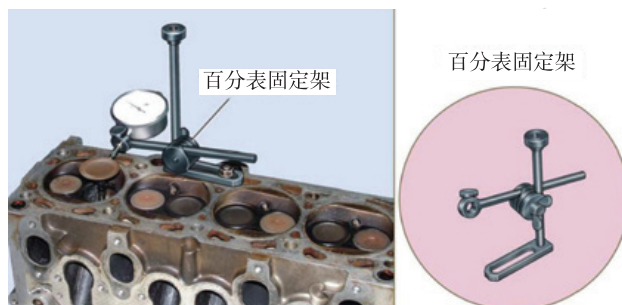

图 2 检查导管配合间隙
(1) 将气门提起至离气缸盖平面 15mm 左右，把百分表固定架固定于气缸盖上，百分表杆接触气门顶部边缘外，来回推动气门（如图 2 所示）。百分表指针差值即为气门与导管的配合间隙。普桑的进气门杆在导管中晃动量最大为 1.0mm，排气门杆在导管中晃动量最大为 1.3mm，超出极限应更换气门或气门导管。